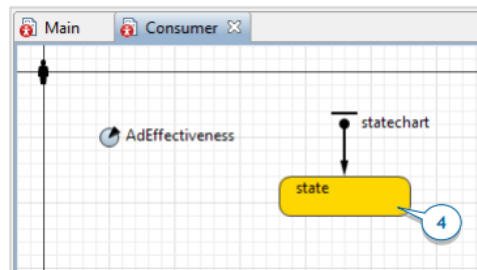

Рисунок 3.4 – Діаграма споживача
4. Перетягніть стан із палітри діаграми станів на графічну діаграму та підімкніть його до точки входу діаграми станів (рис. 3.4).